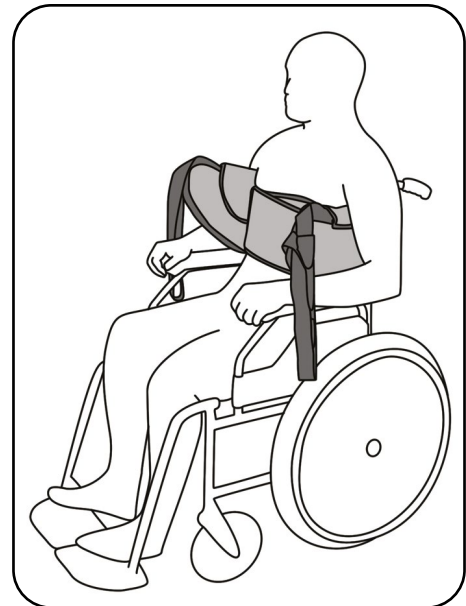

Abb. 9.2.04 – geschlossener Liftergurt hinter dem Rücken des Patienten
7. Verschließen Sie die Brustschleife um den Brustkorb des Patienten mit dem Klettverschluss so, dass der Liftergurt in seiner Position fixiert ist und den Patienten nicht einschnürt (Abb. 9.2.04).